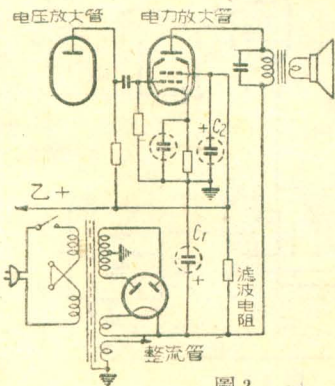

图2
2. 然后将各短波波段也分别做了试验。线路见图2。这样一来，不但不需要再作同步调整，也提高了短波波段的效率。
些。如图2。